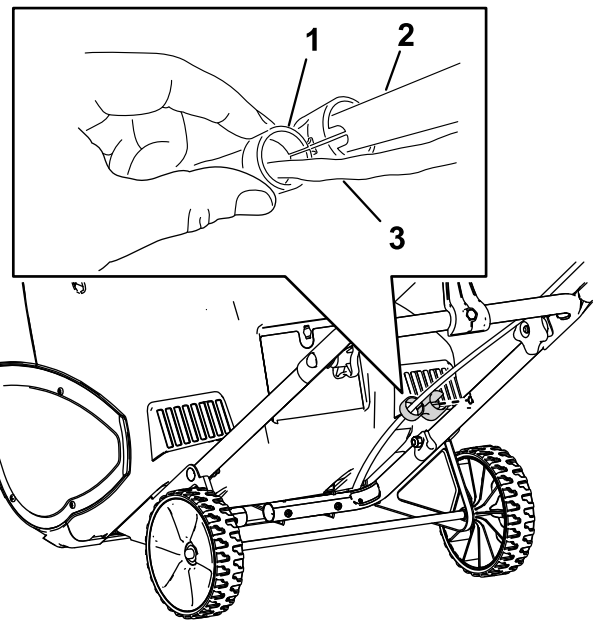

Bild 2
4. Befestigen Sie die Kabelführung am Holm (**Bild 2**).